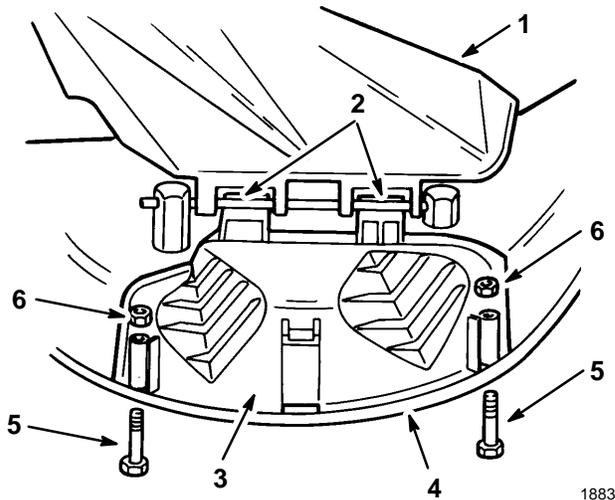

Figure 14
1. Soulever le déflecteur d'herbe et glisser les pattes d'accrochage de l'obturateur d'éjection sous la tige de pivotement du déflecteur d'herbe. Abaisser l'obturateur d'éjection jusque sur le bord inférieur du carter de tondeuse pour fermer l'ouverture (Fig. 14).
2. Fixer l'obturateur d'éjection au bord inférieur du carter de tondeuse à l'aide des boulons et des écrous (Fig. 14).